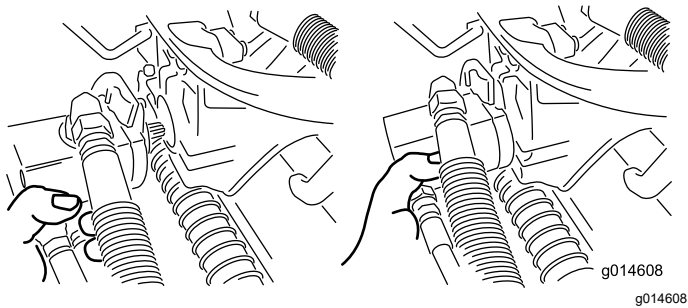

Figura 57
3. Mueva el motor al lugar de almacenamiento en la parte delantera del brazo de suspensión (Figura 57).